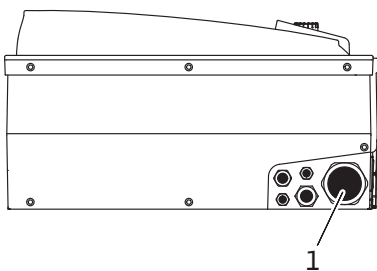

Fig. 23: Кабельный ввод M40
- Кабель для электроподключения к сети нужно проводить через кабельный ввод M40 (Fig. 23, поз. 1).